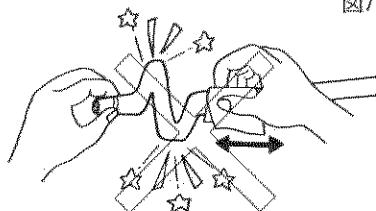

図7-1
- ・挿入部に污水、マシン油などの液体が付着した場合は、まず、柔らかい布や綿で拭き、中性洗剤などの洗浄液中でガーゼなどを用いて十分に洗浄します。その後清浄水を含ませた柔らかいガーゼなどを用いて洗い、水を拭き取ってください。(図7-1)